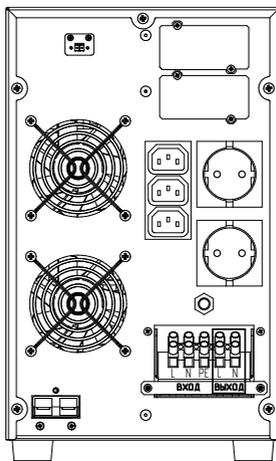

Рисунок 12. ИБП Штиль ST1103TL. Выводы «Выход L-N»
- у ИБП Штиль ST1103TL к розеткам типа F, типа C13 - **рисунок 3в** (поз. 4, поз. 5, поз. 7) и выводам «Выход L-N» - **рисунок 12**.